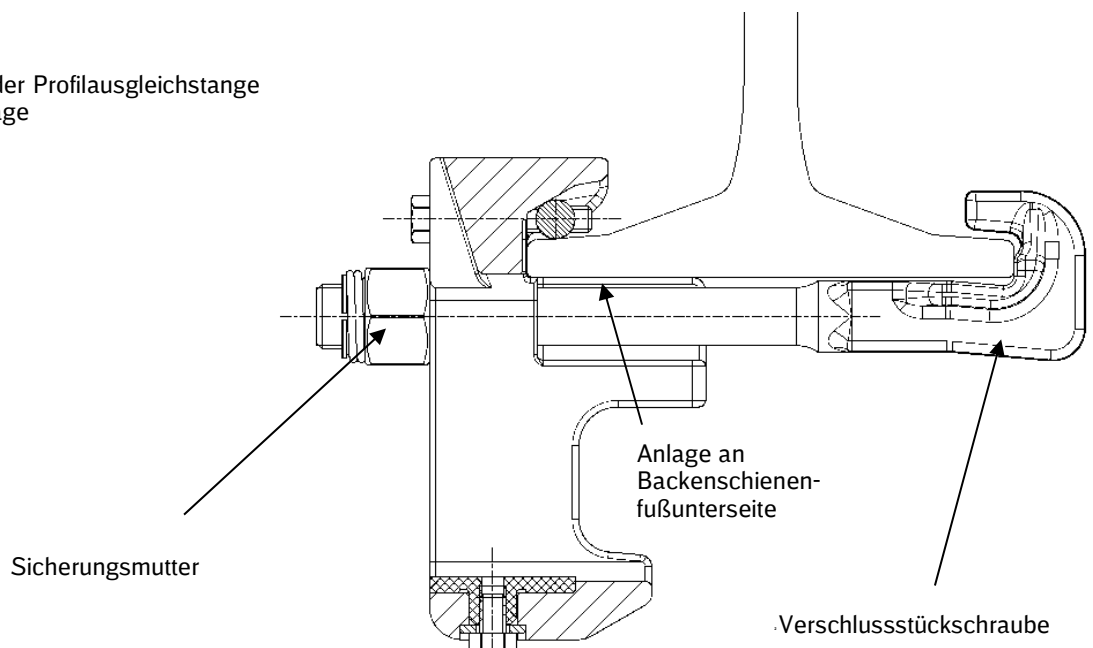

Bild 8b Montage des Verschlussstücks
- gleichmäßiges und schrittweises Einstellen der Profilausgleichstange bis Anlagefläche des Verschlussstücks an der Unterkante des Backenschienenfußes anliegt (Bild 8b)